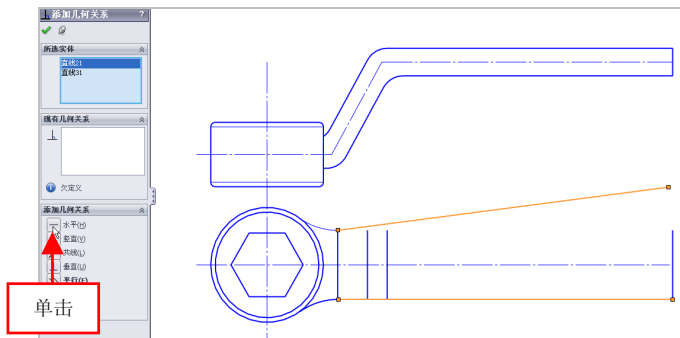

图 3-54 单击【水平】按钮
(3) 弹出【添加几何关系】属性管理器，依次选择两条合适的水平直线对象，单击【水平】按钮，如图 3-54 所示。